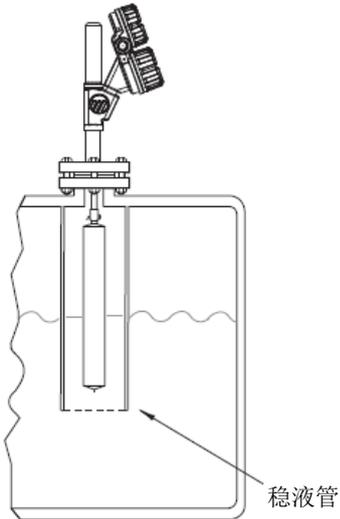

图 2
- 对于湍流的液面，建议安装稳液管。为不阻碍内浮筒的移动，稳液管必须垂直。请参见图 2。